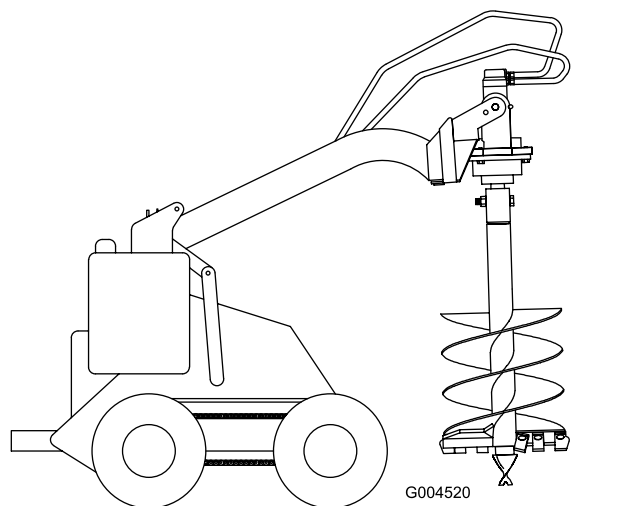

**Рисунок 8**
9. Прикрепите шнек к приводной головке с помощью болта (7/8 x 4-1/2 дюйма) и гайки (7/8 дюйма) (Рисунок 8).
10. Удалите с рычагов люльки болты и гайки, установленные при выполнении действий, показанных на Рисунок 1 (если применимо) и Рисунок 8.